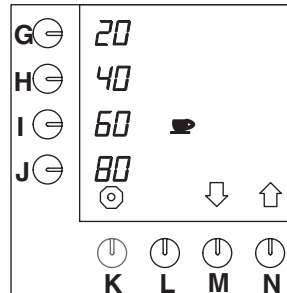

Fig. 35 Réglage des valeurs commandées par les touches de présélection pour les tasses
- Appuyez sur la touche de sélection (N.)↑ jusqu'à ce que la fig.35 s'affiche sur l'écran de contrôle.